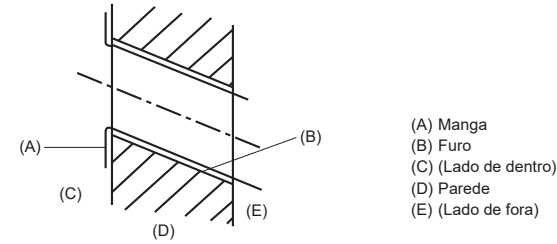

Fig. 3-3
- (B) Unidade interior
- (C) Furo do tubo posterior inferior esquerdo (ø75-ø80)
- (D) Furo do tubo posterior inferior direito (ø75-ø80)
- (E) Furo separador para a abertura esquerda traseira (75 × 480)
- (F) Furo do parafuso (4-ø9)
- (G) Furo de medição do centro (ø2,5)
- (H) Furo roscado (75-ø5,1)
- (I) Centro do furo
- (J) Alinhar a escala com a linha.
- (K) Inserir a escala.
3.2.2. Perfuração do furo para a tubagem (Fig. 3-3)